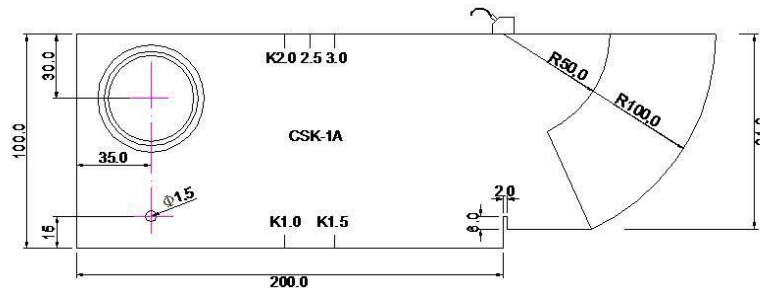
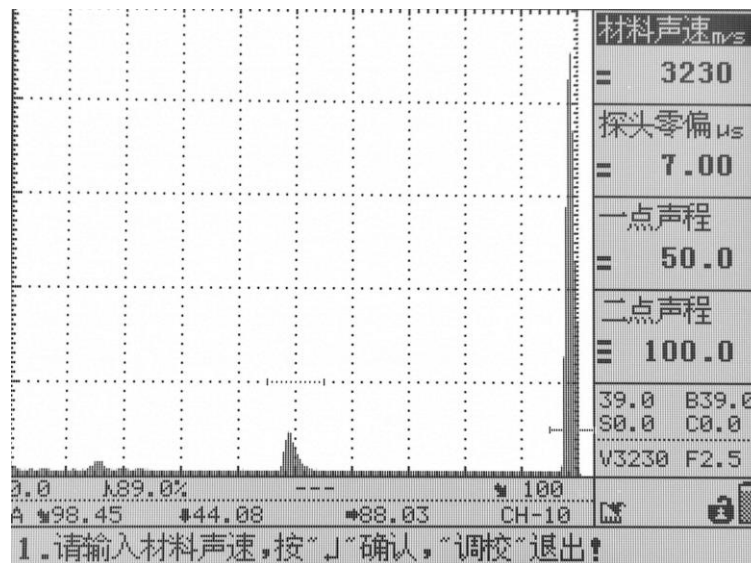

图 3.4
图 3.5
(1) 选择参数通道，并清空该通道。
(2) 单击“调校”键，选择“探头”主菜单，“探头类型”设置为“斜探头”，“探头频率”设置为“2.5MHz”，“探头前沿”采用默认值，“晶片尺寸”设为“13”
(3) 将探头耦合到 CSK-IA 的标定试块上，如图 3.4 所示。选择“校准”主菜单，选择“自动校准”子菜单，按“确认”键，屏幕变成如图 3.5 所示：